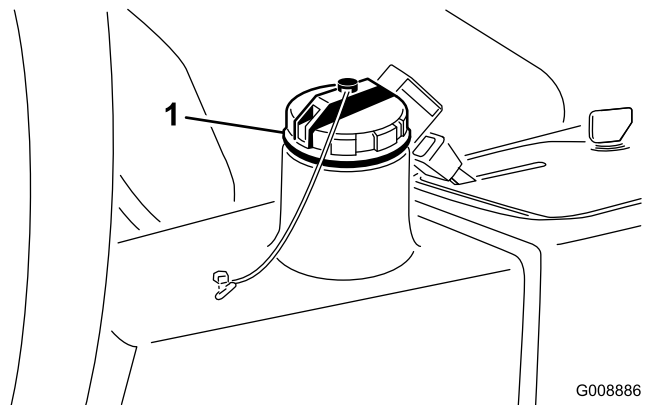

Рисунок 81
4. Залейте в гидравлический бак (Рисунок 81) приблизительно 13,2 литра гидравлической жидкости; см. Проверка гидравлической системы \(страница 29\).